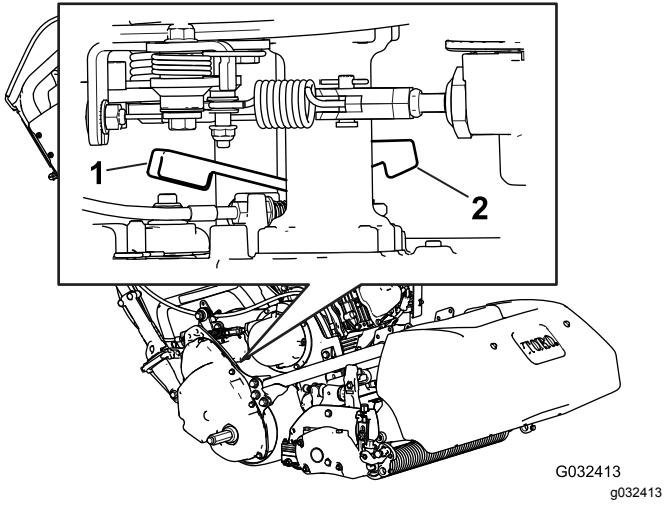

Bild 32
1. Rechts hinten an der Maschine neben der Antriebsgehäusetrommel befindet sich der Hebel zum Ein-/Auskuppeln des Fahrantriebs (Bild 32).